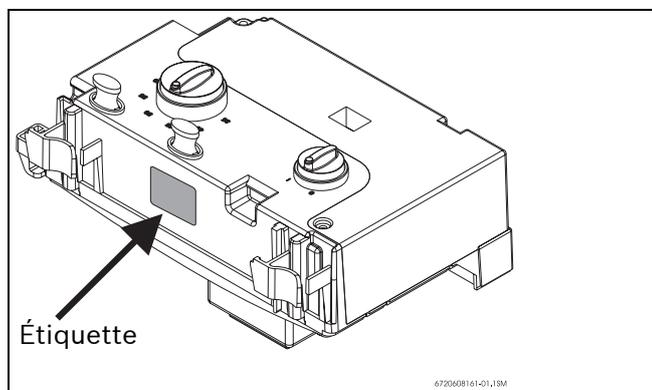

Fig. 1
3.1 Changement de nature de gaz (tableau électronique nouvelle version avec logiciel HTAF 3 xxx Fig. 1)